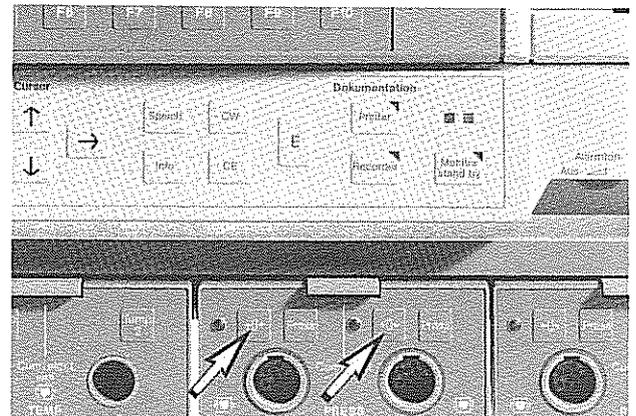

Bild 2
- * Führen Sie den Nullabgleich durch, indem Sie die Taste $\rightarrow 0 \leftarrow$ am Druckmodul mindestens 1 s lang drücken (Bild 2).